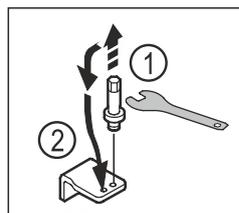

Fig. 18
- ▶ Desatornillar el perno del soporte del cojinete inferior con una llave Allen SW5. Fig. 18 (1)
- ▶ Insertar el perno en el lado opuesto. Fig. 18 (2)